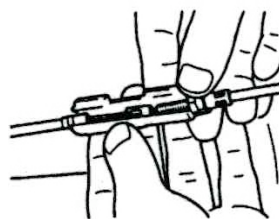

Fig. 4
- Montez la pointe du câble d'accélérateur sur la gâchette pour couper la pointe du câble du moteur. Fig.4